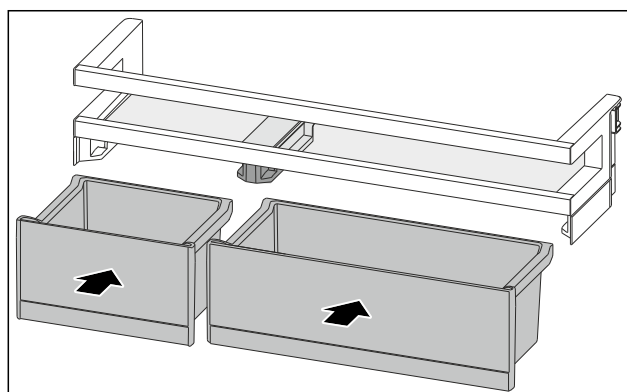

Fig. 95
- ▶ Indsæt VarioBox'erne i omvendt rækkefølge. (se Fig. 95)